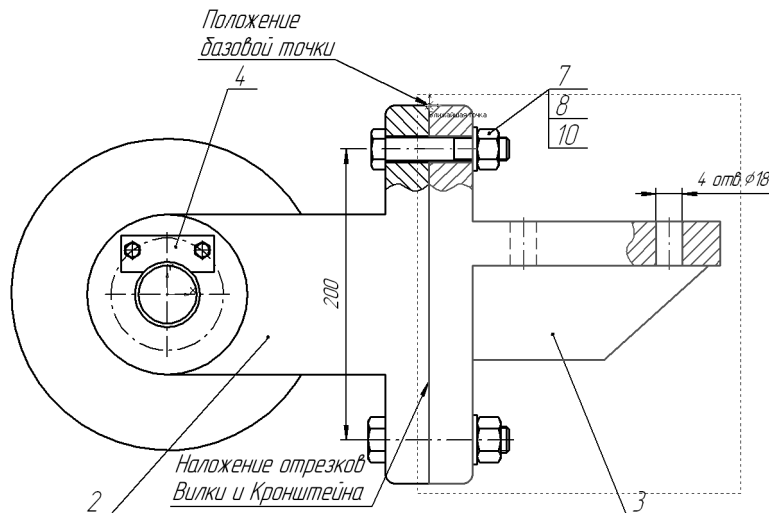

Рис. 54.4. Копирование объекта в буфер обмена
1. На главном виде *Блока направляющего* (рис. 54.4) выделите изображение *Кронштейна*, щелкнув мышью по любому из его элементов.
2. Скопируйте *Кронштейн* в буфер обмена. В качестве базовой укажите точку, показанную на рис. 54.4.